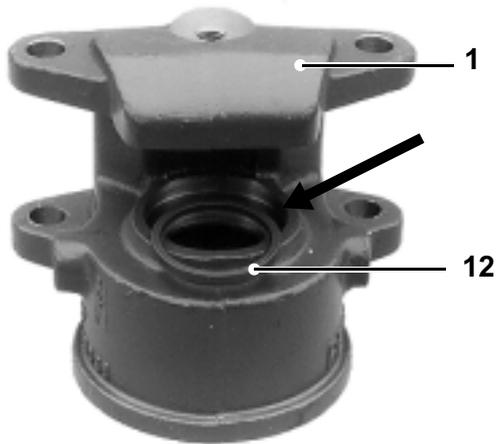

Bild 5
- Kolben (6) mit vormontierten Druckstück (8) in den Bremssattel (1) eindrücken.
Hinweis: Kolben vor dem Einbau fetten, damit er sich leichter durch den Radialwellendichtring (12) (siehe Bild 5) drücken lässt.